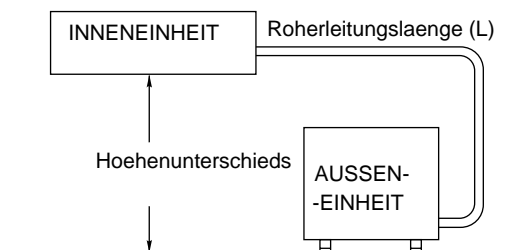

Abb. 2a
- Installieren Sie das Geaet innerhalb des maximalen Hoehenunterschieds (H) ueber oder unter der Ausseneinheit und innerhalb einer Gesamt-Rohrlaenge (L) von der Ausseneinheit wie in tabelle 1 und in Abb. 2a angegeben.